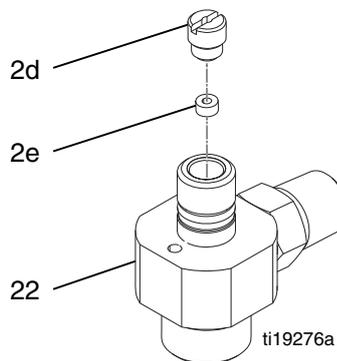

FIG. 11
1. Ingrassare leggermente le cavità interne dell'involucro del fluido (22). Installare la piccola guarnizione (2e) in modo che i bordi siano rivolti verso la cavità dell'involucro del fluido. Installare guarnizione di tenuta (2d) e serrare a 30-40 poll.-lb (3,4-4,5 N•m). Vedere la FIG. 11.